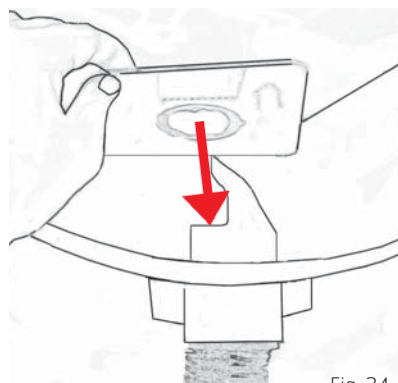

Fig. 24
1. Sett i støvpose slik at spor i pappbrikke passer med opphøyninger på stuss. Vri deretter posen litt slik at opphøyningene holder posen på plass, Fig. 24.